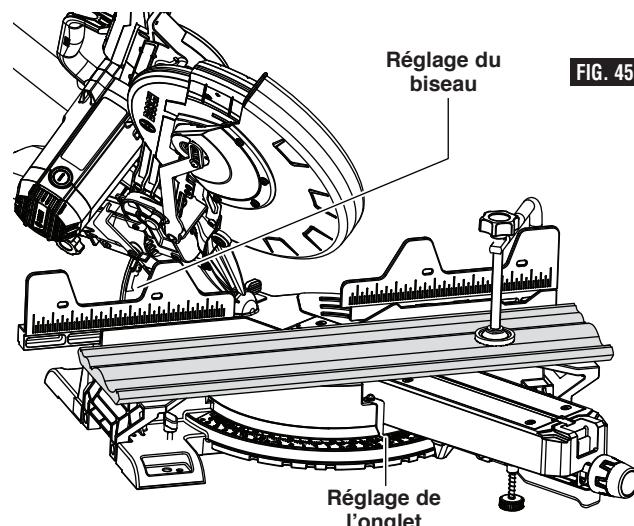

FIG. 45
2. Posez la moulure le dos à plat sur la table de sciage et le rebord correct contre le guide, puis assujettissez-la avec une bride (figure 45).